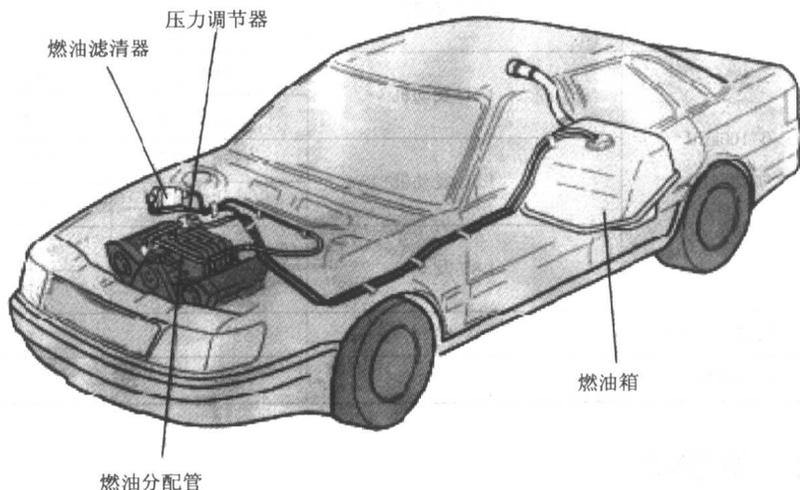

图 1-2 宝来车燃油供给系统
(1) 缸体：1.6L、1.8L、1.8T 发动机缸体均采用的是直列水冷四缸。
(2) 曲柄连杆机构：它包括活塞组、连杆组、曲轴飞轮组。是将活塞直线往复运动转变为曲轴旋转运动而输出动力的机构。
(3) 配气机构：包括进气门、排气门、液压挺柱、凸轮轴、正时带。作用是使可燃混合气及时充入气缸，并及时地将燃烧后的废气排出气缸。每一缸上配有 3 个进气门、2 个排气门。凸轮轴采用的是两根凸轮轴，其通过链条连接。凸轮轴与曲轴的连接是通过正时带，因正时带在发动机运行中工作强度较大，所以要求每 80 000km 需要更换一次正时带。
(4) 燃油供给系统：包括燃油箱、燃油泵、燃油滤清器、喷油器、压力调节器等。作用是给发动机提供合适的燃油。见图 1-2。